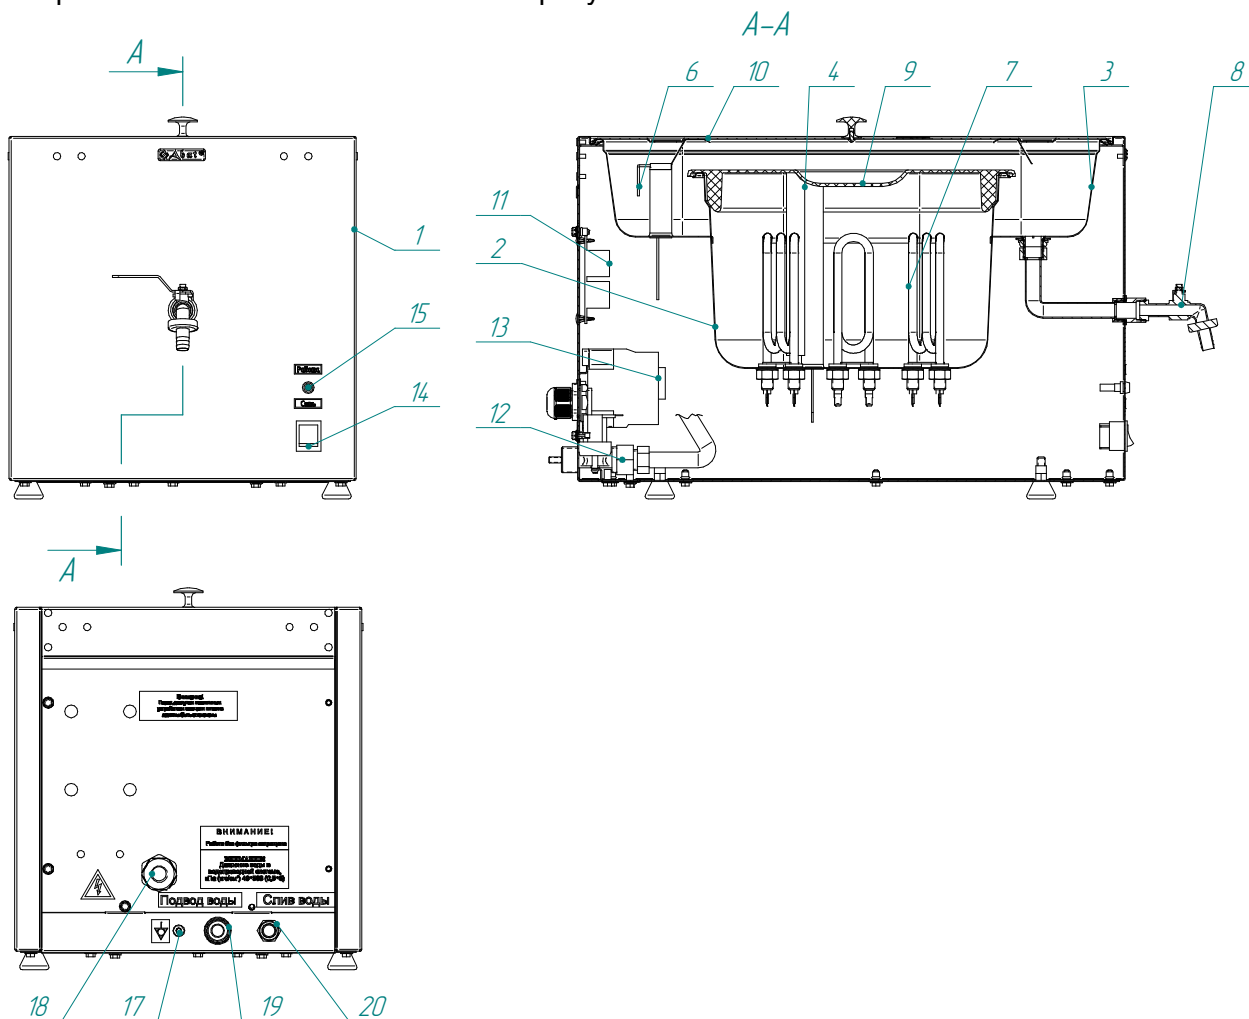

Рисунок 1 Устройство кипятильника
- подключите кипятильник к системе водоснабжения (рис. 1 поз. 19) – 3/4 (наружная резьба). Подключение к системе водоснабжения должно быть осуществлено через запорную арматуру шлангом из комплекта поставки.
- используя гибкий шланг, (внутренний диаметр гибкого шланга должен быть не менее 17 мм), кипятильник подключите к системе канализации (рис. 1. поз. 20); Убедитесь, что сливной шланг находится ниже, чем выход на задней панели, чтобы вода могла стекать. Сливной шланг зафиксировать хомутом из комплекта поставки.